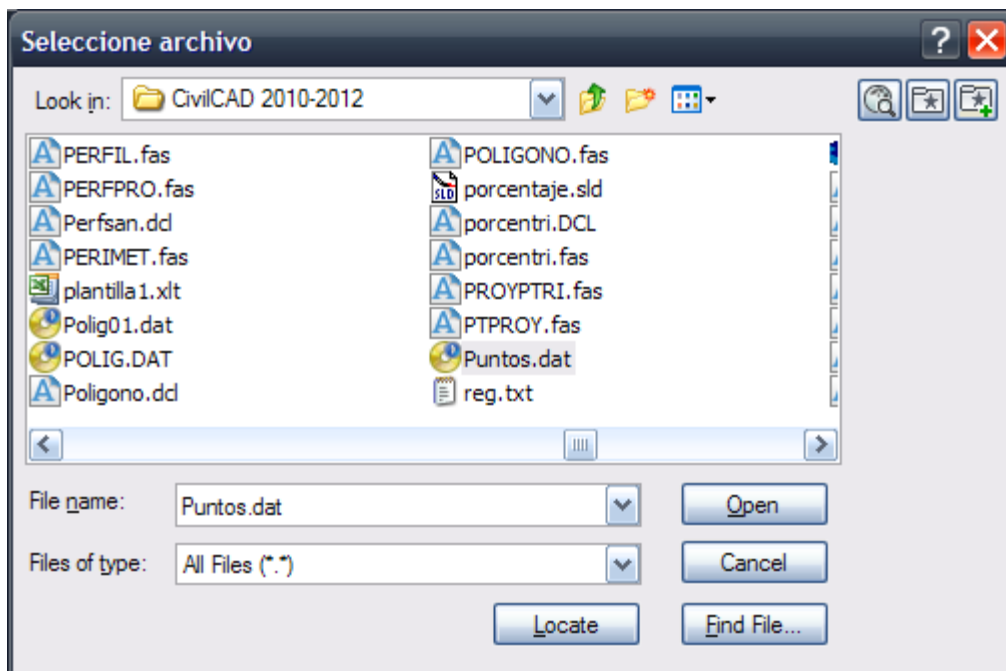

Fig. 2 Seleccione archivo "Puntos.dat"
4. Al desaparecer la caja de diálogo aparecerá otra (Fig. 2) donde deberá seleccionar el archivo **PUNTOS.DAT** localizado en el directorio CIVILCAD.